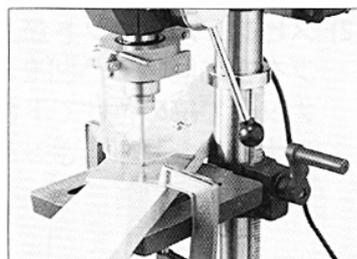

図14-2
- (2) テーブルの上に木板を置くことで、ドリル刃がつき抜けても、欠けたり傷がつくのを防ぎます。木板は柱の左側に接触するように置いてください。図14-2